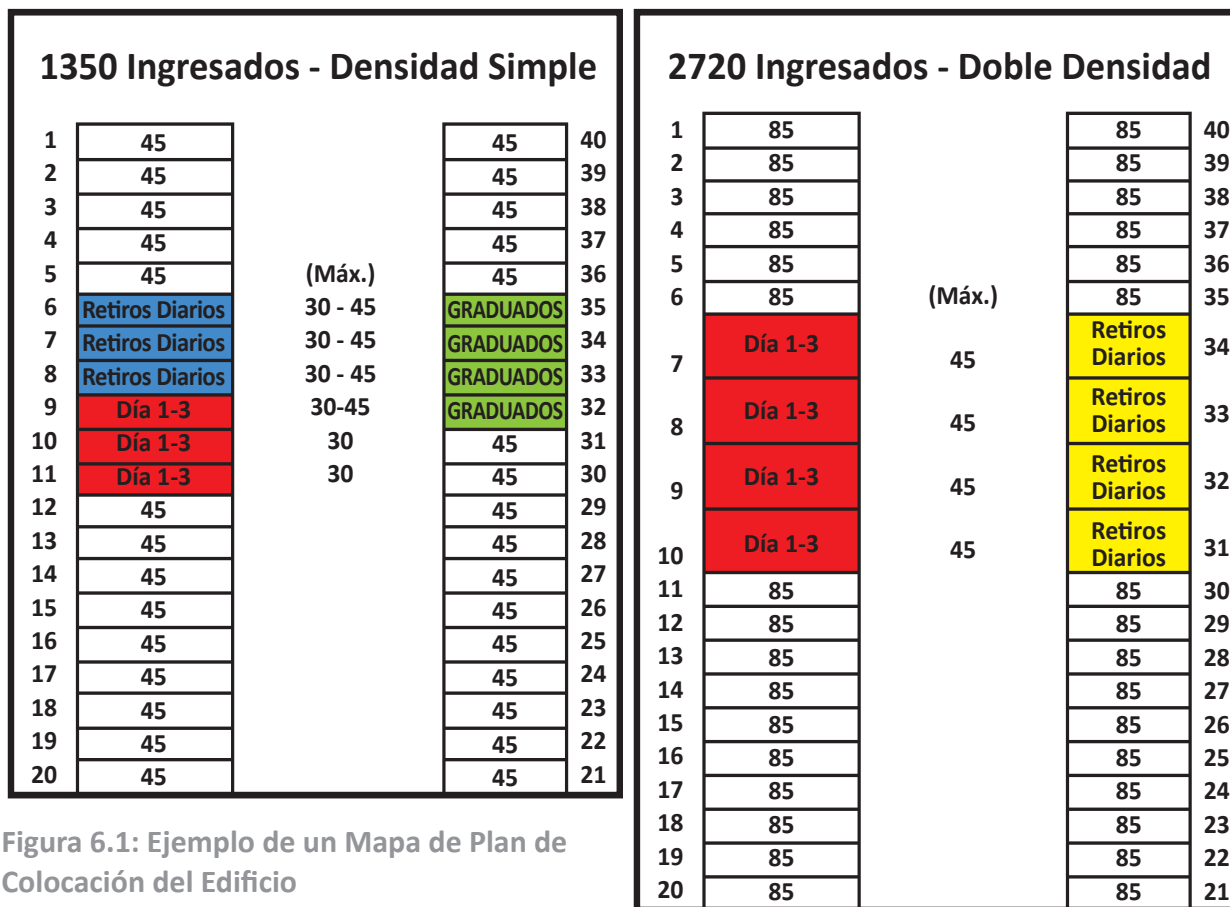

Figura 6.1: Ejemplo de un Mapa de Plan de Colocación del Edificio
- En la Figura 6.1 se muestra un ejemplo de estrategia de llenado del edificio y cómo dejar espacio disponible para los corrales de tratamiento de cuidado intensivo.